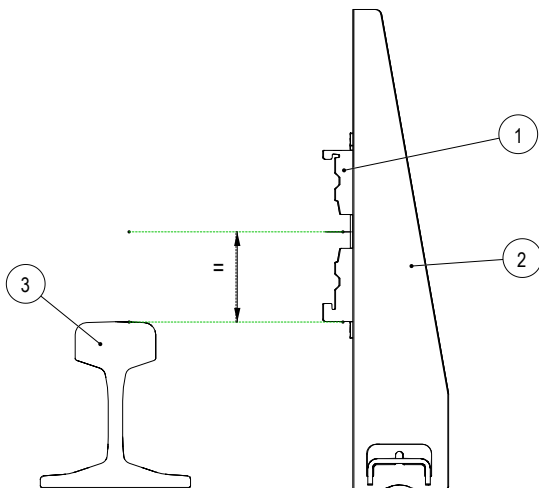
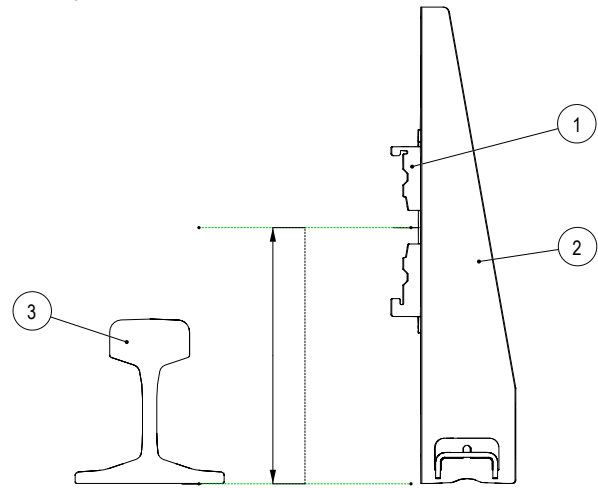

Abb. 18: Der Systemhalter ist zu der RBG-Fahrbahnschiene ausgerichtet
Abb. 19: Der Systemhalter ist zum Boden ausgerichtet
1. Den Systemhalter (1) am Streckenprofil des kundenseitigen Fahrzeuges (z.B. RBG-Fahrbahnschiene (3)) als Referenzpunkt mithilfe eines Nivellierwerkzeuges (z.B. Positionierlaser) ausrichten (siehe Abb. 18 und Abb. 19).
2. Die Systemhalter (1) an den Konsolen (2) mit Sechskantschraube (6), Scheibe (5) und Sechskantmutter (4) (SW13, Drehmomentschlüssel: **20 Nm**) anziehen. Darauf achten, dass die nach oben gebogenen Haltenasen des Systemhalters immer oben sitzen.